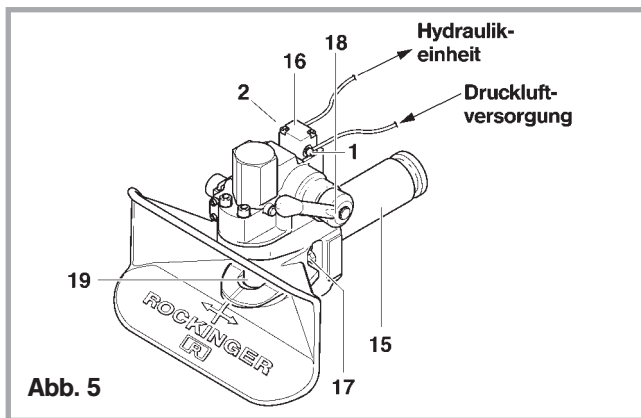

Abb. 5
- Pneumatikanschlusssatz (**nicht im Lieferumfang**) montieren (s. Abb. 5):
- Vom Ventil (**16**) Anschluss ① zur Druckluftversorgung (Nebenverbraucher – max. 10 bar, min. 5 bar)